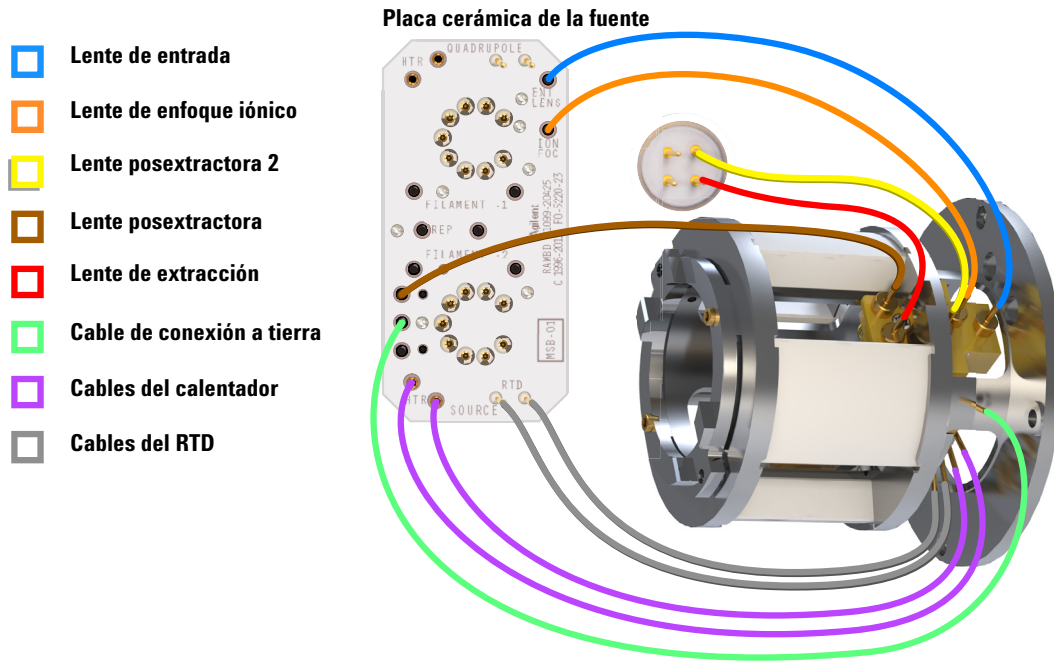

Figura 62 Cableado del radiador de la fuente EI HES
- 1 Use pinzas o alicates de boca larga para conectar/desconectar el cable verde de conexión a tierra y los cables de las cinco lentes del radiador. No doble los cables más de lo necesario. (Consulte la Figura 62.)